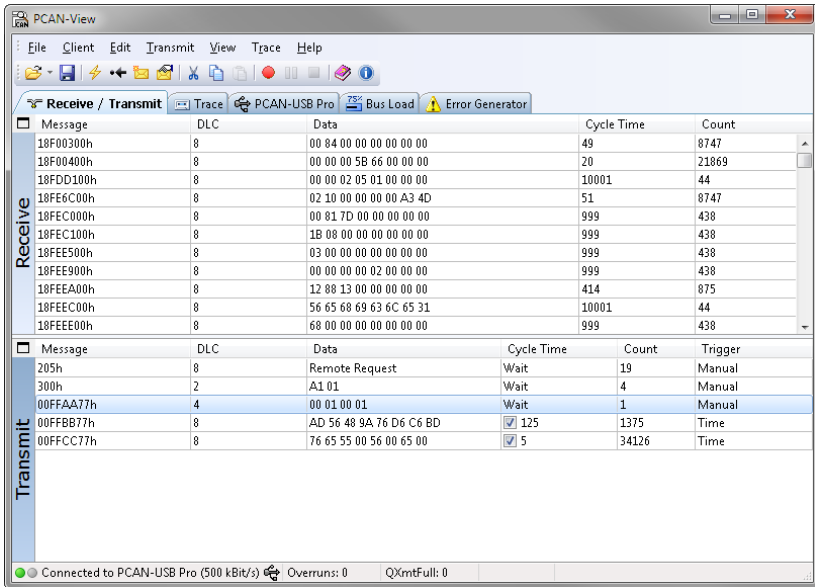

Abbildung 9: Registerkarte Senden/Empfangen
5. Bestätigen Sie abschließend die Angaben im Dialogfenster mit **OK**. Das Hauptfenster von PCAN-View erscheint (siehe Abbildung 9).